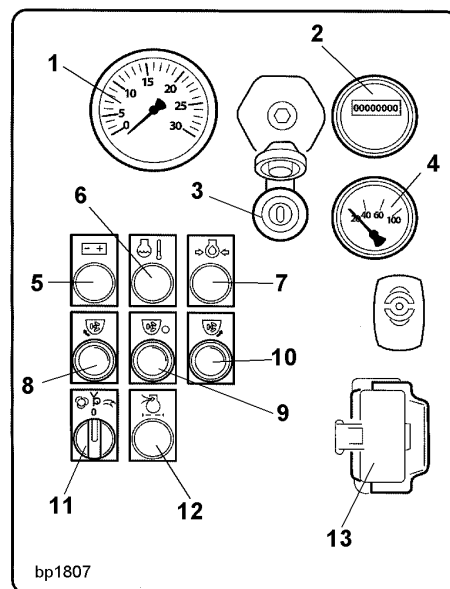

Fig. 1
- Enchufar el enchufe del cable de mando a distancia en la caja de enchufe 13 (Fig. 1) y asegurarlo.